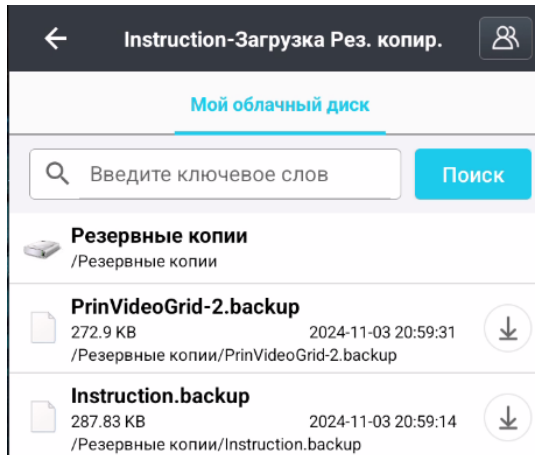
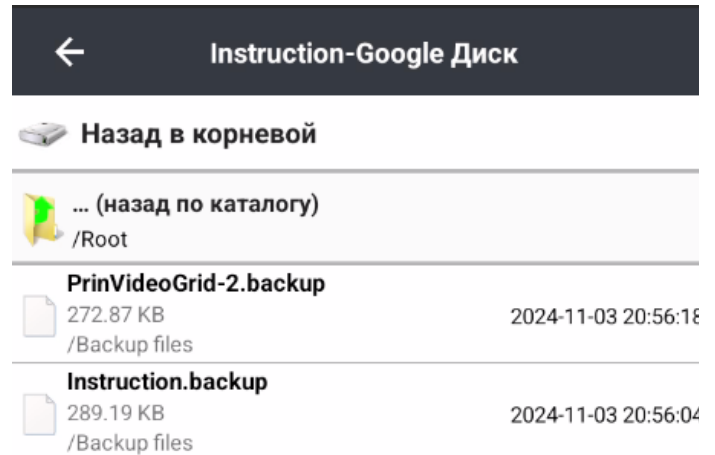

Рисунок 2.3.10
Рисунок 2.3.11
4. При Восстановлении проекта из облака, будет выполнен переход в ваше облако PrinCe (Рисунок 2.3.10) или Google (Рисунок 2.3.11). В зависимости будет предложено два разных меню: